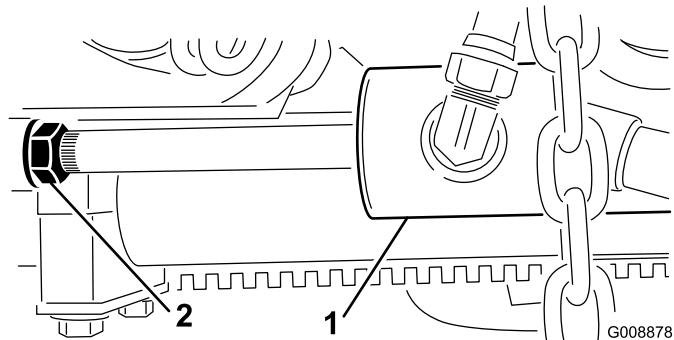

Figura 12
- B. Afloje la contratuerca del cilindro (Figura 12).